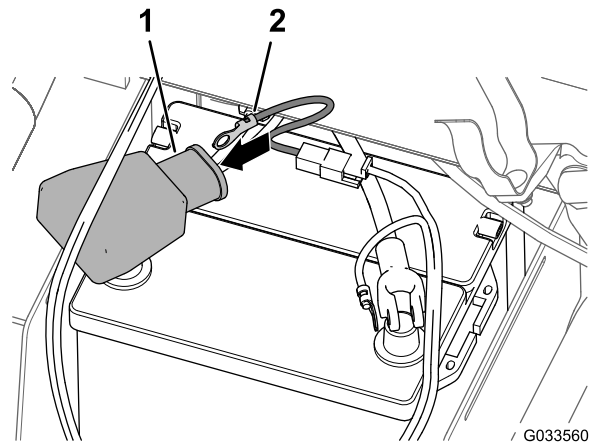

Figure 29
4. Insérez la cosse en anneau du fil fusible (faisceau du pulvérisateur) tout droit dans le grand capuchon, comme montré à la Figure 29.